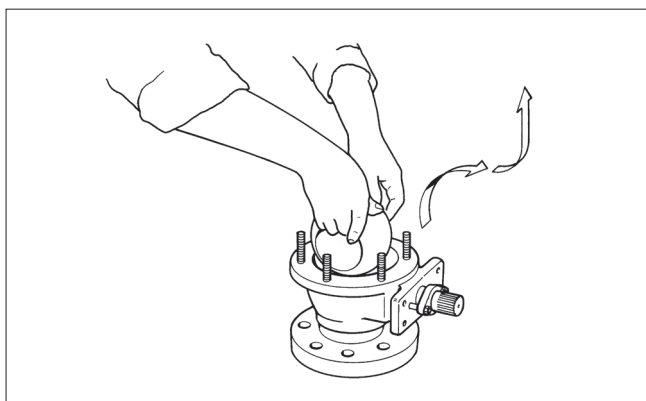

Fig. 19 Extraction de la sphère
- Saisir manuellement par le passage (petites tailles) ou passer une sangle à travers le passage (grandes tailles), puis extraire la sphère (3) du corps (1) en la soulevant et en la faisant tourner simultanément autour de l'axe du passage. Vérifier que la sphère n'est pas endommagée et la poser sur une surface molle (cf. figure 19).